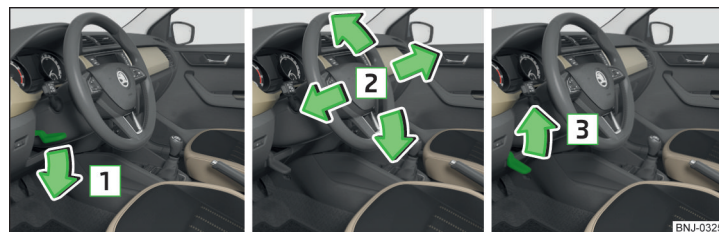

Fig. 16 Reglarea poziției volanului
- » Rabatați maneta de siguranță de sub volan în sensul săgeții [\[1\]](#) » fig. 16.